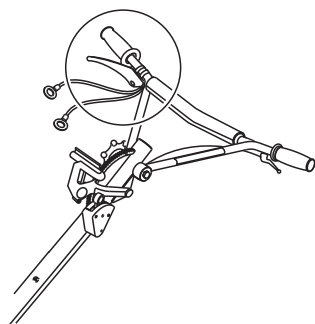

Figura 12. Reposicionar a alavanca
- 4. Se estiver instalada, repositone a alavanca de presença do operador nas barras de direcção (Figura 12).